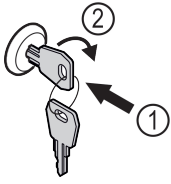

Fig. 143
- ▶ Uvucite ključ Fig. 143 (1).
- ▶ Okrenite ključ za 90° nadesno Fig. 143 (2).